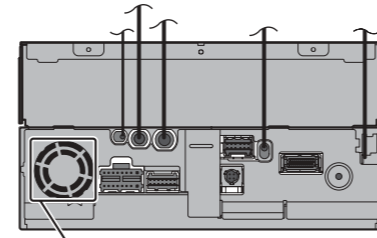

Рис. 10
- Провода не должны закрывать зоны, показанные на рисунке ниже. Это необходимо для свободного рассеивания тепла, излучаемого усилителями. (Рис. 10)